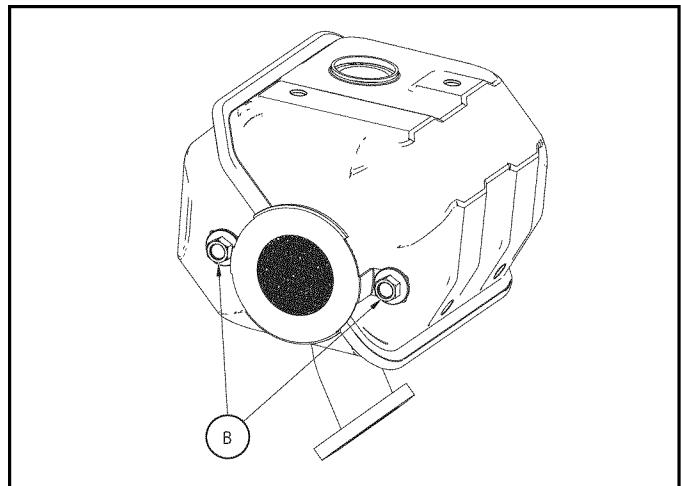

Figure 6-11. Enlever le pare-étincelles
- Retirez le pare-étincelles du silencieux en desserrant les deux (2) boulons (B) (Figure 6-11).